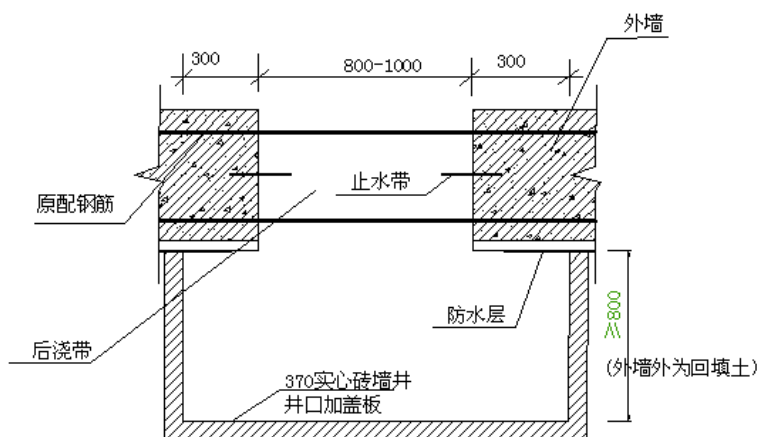

图 7
5.3.4 地下室墙体的后浇带按设计要求采取防水措施，一般可在墙体内设 3mm 厚钢板止水带或遇水膨胀的止水条；如外设防水层，防水层应在后浇带混凝土浇注后再施工，施工时应注意与外墙的防水层搭接紧密。为了使外墙能及时回填土方，可在外墙后浇带外砌筑 370mm 厚实心砖墙并做为挡土墙，保护后浇带结构；井口盖木盖板，以保持井内清洁。如图 7：